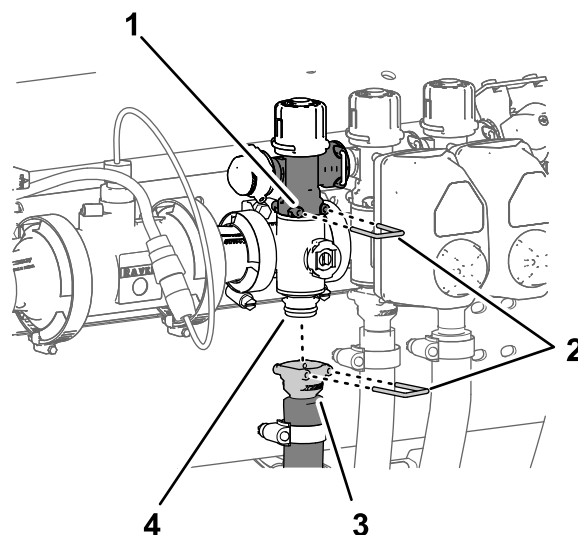

図 108
1. ブームバイパスバルブ用のクイックコネクトカップラをブームマニホールドバルブに固定しているクイックコネクトピンを外す 図 108。
2. ブーム給液ホース用のクイックコネクトカップラをブームマニホールドバルブのクイックコネクトフィッティング用のマニホールドに固定しているクイックコネクトピンを外す 図 108。